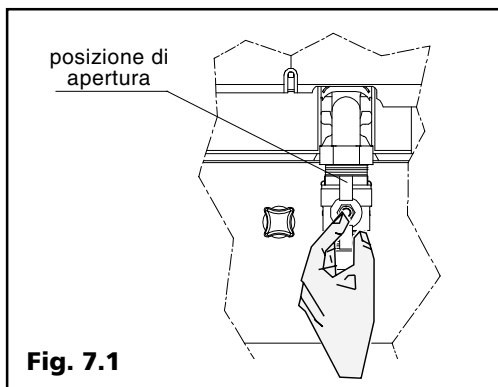

Fig. 7.1
7.1 Operazioni per l'accensione e l'uso della caldaia (fig. 7.1÷7.11)